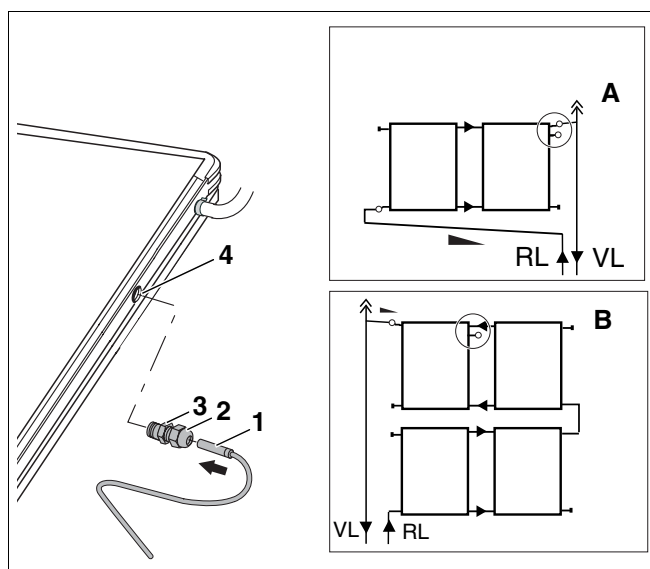

Fig. 46 Conectar la sonda del colector
- Lugar de instalación (fig. 46, **pos. A**) en el caso de una fila de colectores.
- Lugar de instalación (fig. 46, **pos. B**) en el caso de dos filas de colectores.
- ▶ Introduzca la sonda del colector (fig. 46, **pos. 1**) a través de la atornilladura de apriete (fig. 46, **pos. 2 y 3**) y deslice la sonda del colector aprox. 170 mm. hasta el tope en la vaina de inmersión (fig. 46, **pos. 4**).
- ▶ Enrosque la parte inferior de la atornilladura de apriete (fig. 46, **pos. 3**) en la rosca de la vaina de inmersión (fig. 46, **pos. 4**).
- ▶ Apriete firmemente la atornilladura (fig. 46, **pos. 2 y 3**).